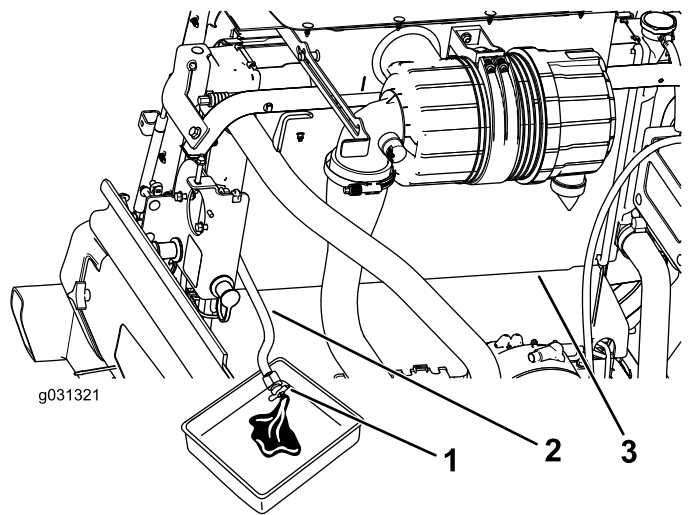

Figure 121
3. Placez le flexible de vidange du radiateur dans un bac de vidange, ouvrez le robinet de vidange sur le flexible de radiateur et vidangez le liquide dans le bac (Figure 121).